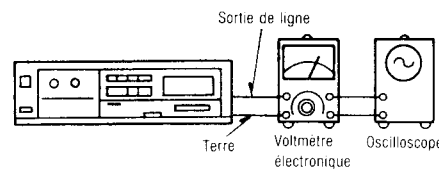
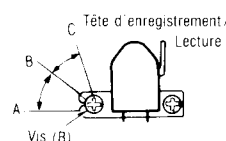
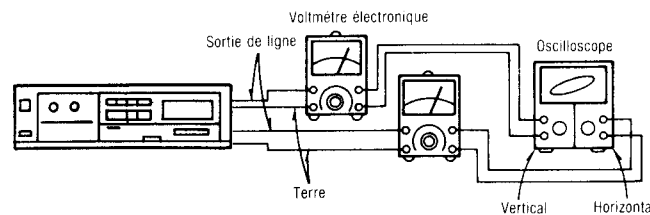
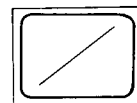

Fig. 2
Fig. 3
Fig. 5
Fig. 6
<p>Réglage de l'équilibre de la sortie au canal gauche/canal droit</p> <p>1. Brancher les appareils comme indiqué dans la Fig. 2.</p> <p>2. Reproduire le signal de 8kHz de la bande étalon (QZZCFM). Régler la vis (B) dans la Fig. 3 pour obtenir les niveaux de sortie maximum pour les canaux gauche et droit. Lorsque les niveaux de sortie des canaux gauche et droit ne sont pas simultanément à leur maximum, les régler à nouveau de la façon suivante.</p> <p>3. Faire tourner la vis indiquée dans la Fig. 3 pour trouver les angles A et C (point où les niveaux de sortie de crête pour les canaux gauche et droit sont obtenus respectivement). Situer alors l'angle B entre les angles A et C, autrement dit, en un point où les niveaux de sortie des canaux gauche et droit atteignent tous deux leur maximum. (Voir les Fig. 3 et 4).</p>
<p>Réglage de phase canal gauche/canal droit</p> <p>4. Brancher les appareils comme indiqué dans la Fig. 5.</p> <p>5. Reproduire le signal de 8kHz de la bande étalon (QZZCFM). Régler la vis (B) indiquée dans la Fig. 3 de sorte que les aiguilles des deux voltmètres électroniques oscillent au maximum, et qu'on obtienne sur l'oscilloscope une forme d'onde semblable à celle indiquée dans la Fig. 6.</p>
1. Brancher les appareils comme indiqué dans la Fig. 2.